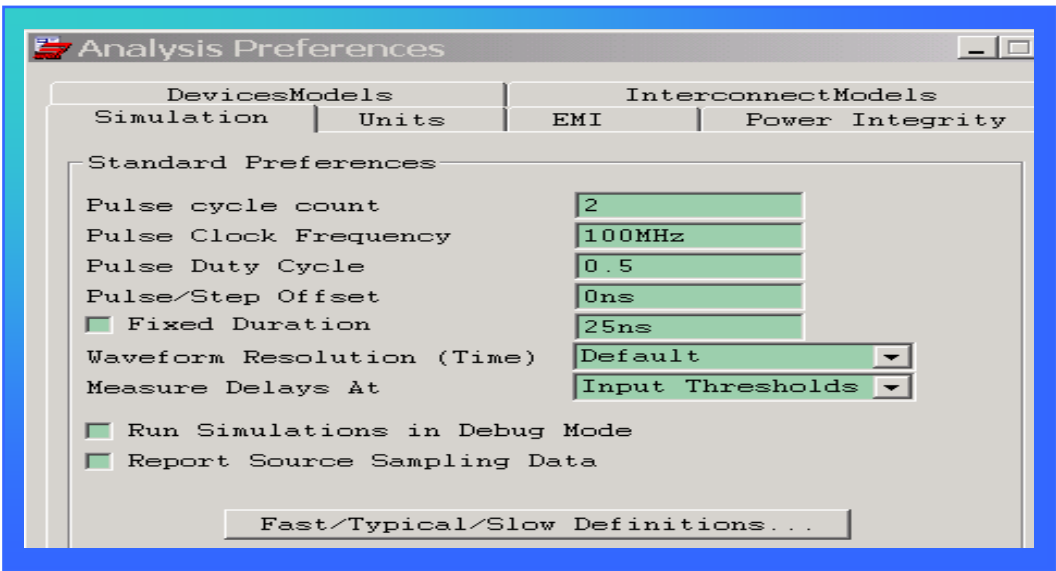

图 6.1 仿真参数设置
在 SpecctraQuest 的菜单里选中 Analyze\SI/EMI SIM\Prefences，出现参数设置窗口（图 6.1）
2) 在 Sigxplorer 里的选中 Analyze\Prefences 进入的参数设置窗口与图 6.1 类似。